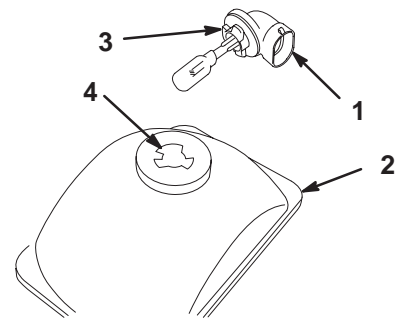

Figure 35
2. Passez sous le tableau de bord et tournez l'ensemble lampe de 1/4 de tour dans le sens anti-horaire (Fig. 35). Sortez l'ensemble lampe du réflecteur.
5. Passez sous le tableau de bord et alignez les trois languettes de l'ensemble lampe avec les rainures du réflecteur (Fig. 35). Insérez l'ensemble lampe dans le réflecteur et tournez-le de 1/4 de tour dans le sens horaire jusqu'à la butée.